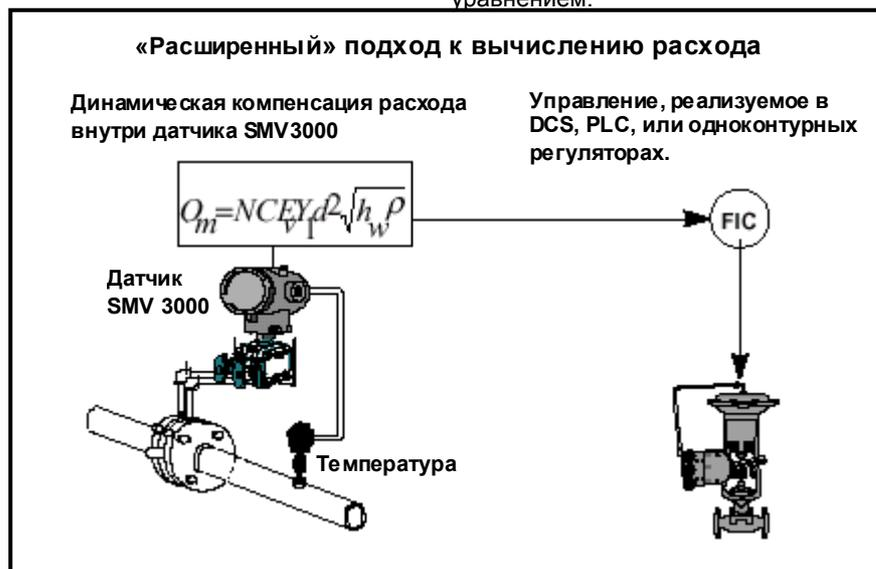

Рисунок 3 —Компенсация расхода с использованием “Расширенного” подхода
Сегодня три ключевых измерения (дифференциальное давление, статическое давление, температура технологического процесса) и вычисление расхода можно выполнить с использованием одного многопараметрического датчика. Таким образом, если требуется компенсация плотности или вы хотите использовать полную динамическую компенсацию расхода, установите датчик SMV 3000 и выберите “Расширенный” подход к определению расхода (Рисунок 3). В отличие от большинства датчиков дифференциального давления (DP), датчик SMV 3000, имеющий динамическую компенсацию, может скорректировать погрешности определения расхода, используя коэффициент К. В уравнении 1 коэффициент К не является константой и может меняться: